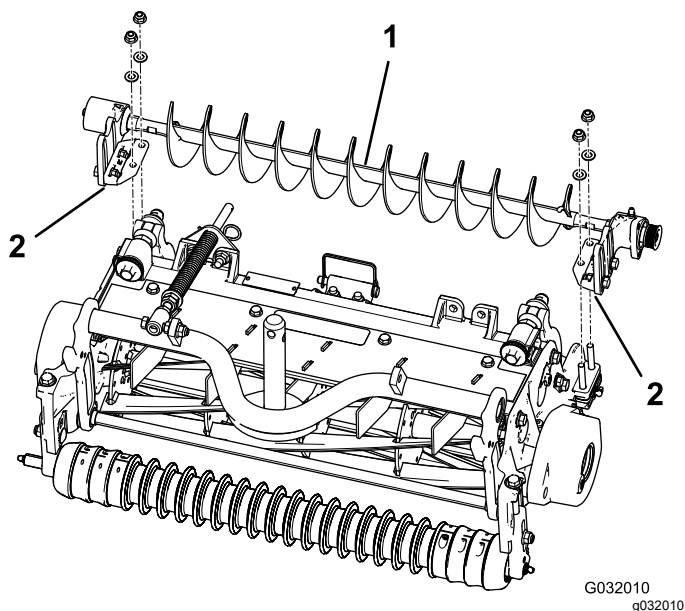

图 8
4. 将左侧或右侧的滚筒刷组件安装支架固定到滚筒支架螺栓上 图 8。